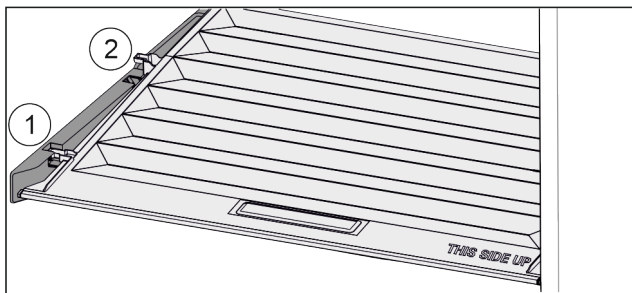

Fig. 102
- ▶ Trageți capacul în față Fig. 102 (1) până la orificiul din piesele suportului.
- ▶ Ridicați în spate de jos și scoateți Fig. 102 (2) în sus.